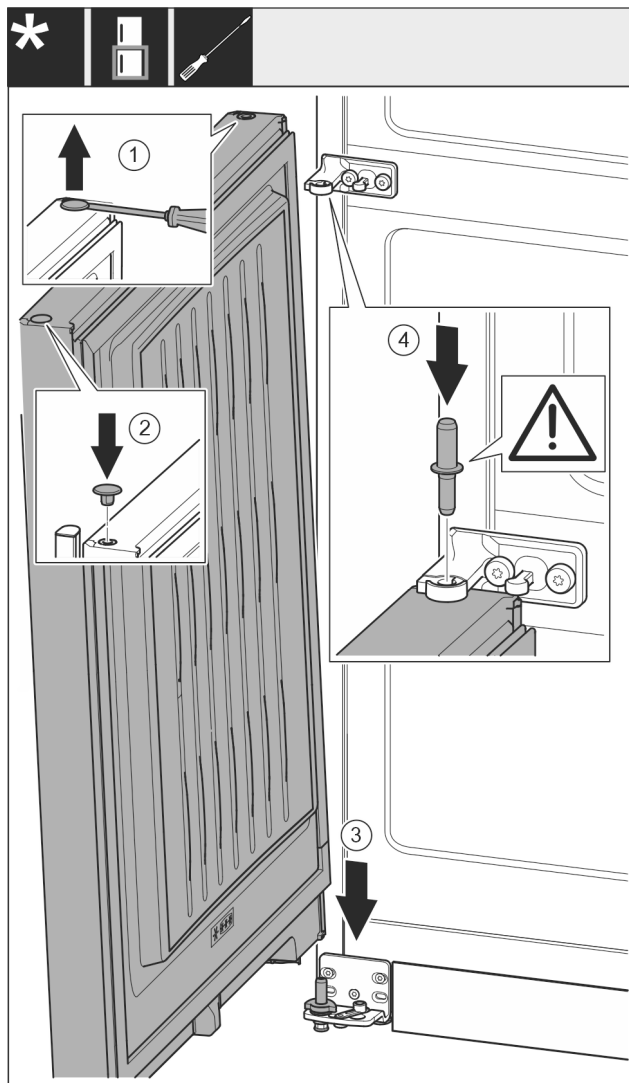

Fig. 18
- ▶ За допомогою шліцевої викрутки обережно підніміть пробку та витягніть її. Fig. 18 (1)
- ▶ Знову вставте пробку з іншого боку дверцят. Fig. 18 (2)
- ▶ Встановіть дверцят зверху на нижній опорний гвинт. Fig. 18 (3)
- ▶ Середній опорний гвинт встановіть в нижні дверцят через середній опорний кронштейн. При цьому виступ фіксатора повинен бути спрямований назад. Fig. 18 (4)